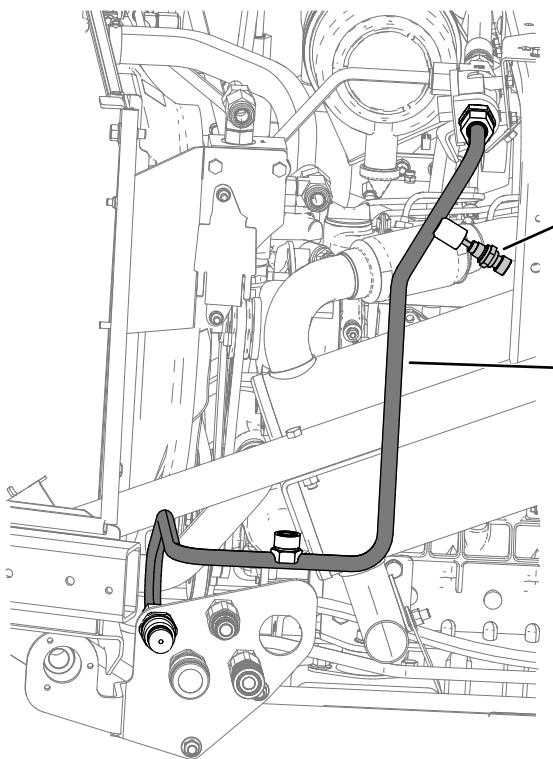

Bild 22
1. Befestigen Sie den Hydraulikschlauch H vom Adapteranschlussstück (5/8" x 3/4", Außengewinde) am Filterkopf am Schottnippel (3,84") am Schott, wie in Bild 22 abgebildet.
2. Befestigen Sie den Temperatursensor an der oberen Anschlussstelle am Hydraulikschlauch H, wie in Bild 22 abgebildet.